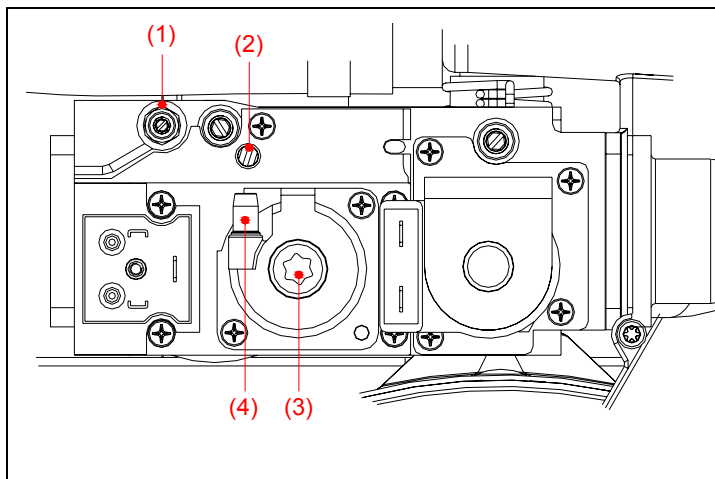
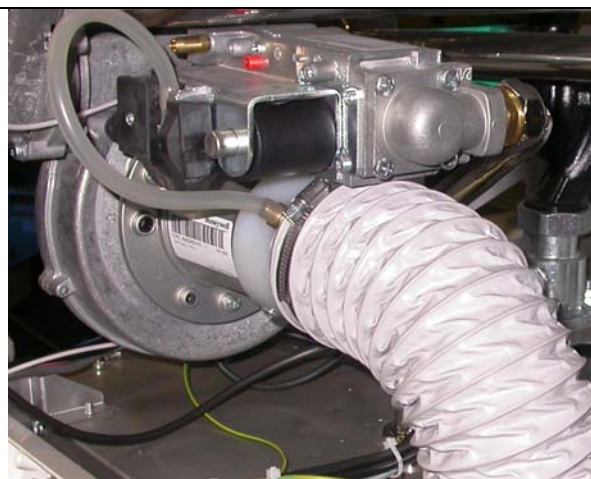

Figura 32
Figura 33
- 10) In caso contrario effettuare la regolazione agendo sulla vite 2 (Figura 32).
- 12) Assicurarsi che le prese pressioni della valvola gas (riferimento 4 di Figura 32) e del tubo di aspirazione siano collegate al tubo in silicone (Figura 33).
- 13) Allentare la vite 1 (Figura 32) ed inserire un micromanometro con scala graduata in mbar.
- 17) Il valore corretto **OFF-SET**, letto sul micromanometro, è **-0.07 mbar**. Se il valore non corrisponde svitare la vite a tappo e agire sulla vite di OFF-SET della valvola gas (riferimento 3 di Figura 32) per modificarlo (in senso orario per aumentarlo, in senso antiorario per diminuirlo).
- 19) Scollegare il micromanometro e serrare la vite 1 (Figura 32).